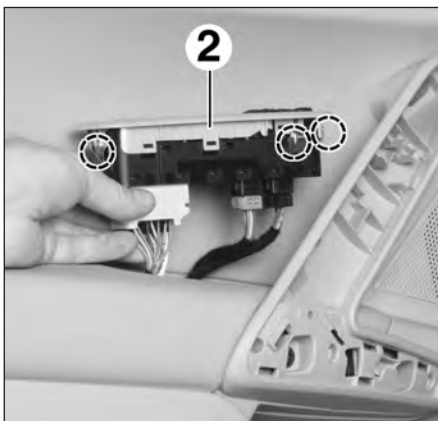

FIG.52
- Dégrafer la platine de commande des lève-vitres (2) (Fig.52).